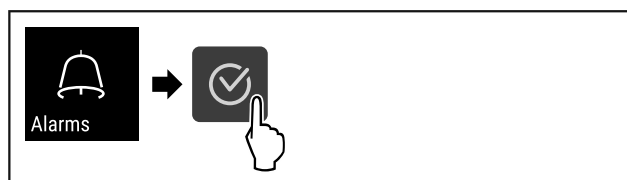

Fig. 97
- ▶ Vykonajte kroky akcie (pozri Fig. 97) .
- Vykonaňte kroky akcie (pozri Fig. 97) .